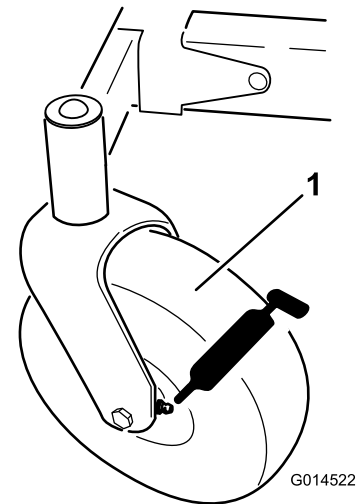
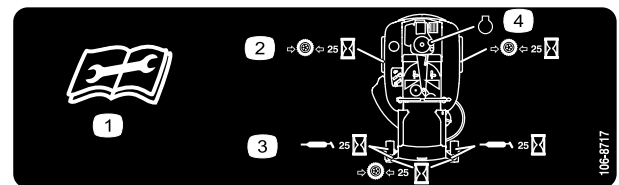

Figura 29
Figura 30
3. Limpie con un trapo los puntos de engrase (Figura 29 y Figura 30). Asegúrese de rascar cualquier pintura que hubiera sobre los puntos de engrase.
4. Conecte una pistola de engrasar a cada punto de engrase (Figura 29 y Figura 30). Bombear grasa hasta que empiece a rezumar grasa de los cojinetes.